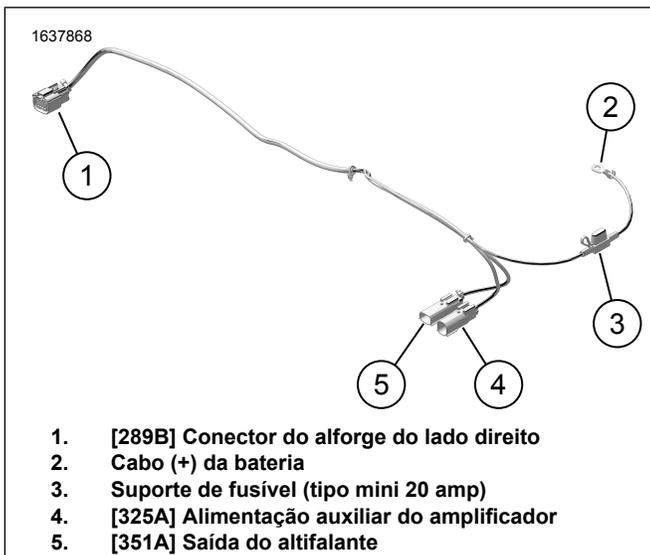

Figura 15. Chicote Externo 69202870
- a. Ligue o [360LA] do lado Esquerdo (L).
- b. Ligue o [360RA] do lado Direito (R).
4. Ver a Figura 15. Ligue ao [351A] (5).